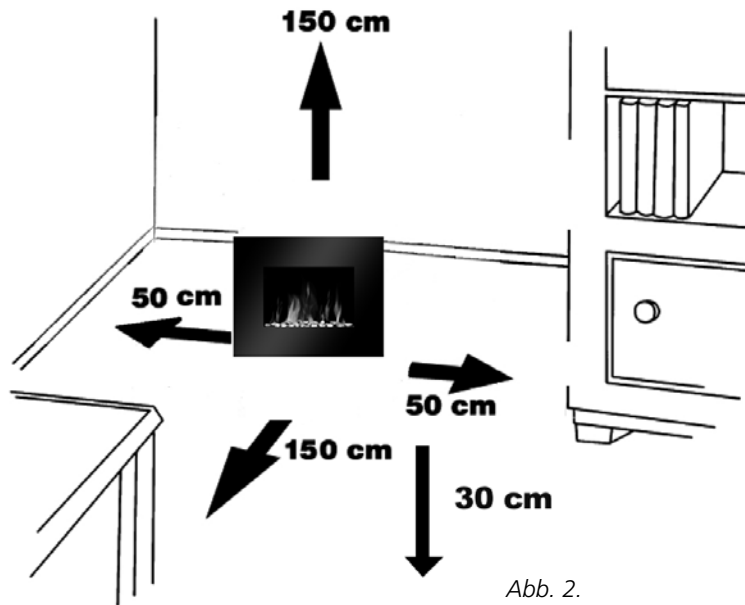

Abb. 2.
4. Achten Sie darauf, dass ausreichend Abstand um das Heizgerät vorhanden ist. Siehe Abbildung 2.
- Die Mindestabstände müssen eingehalten werden (siehe Abb. 2).